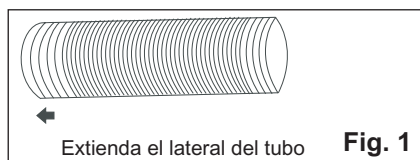
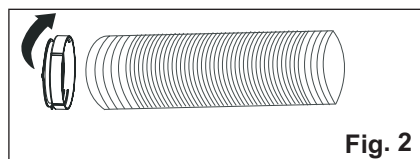

Fig. 1
Fig. 2
1. Extienda ambos lados de la manguera (Fig. 1) y atornille la manguera al adaptador A (Fig. 2).